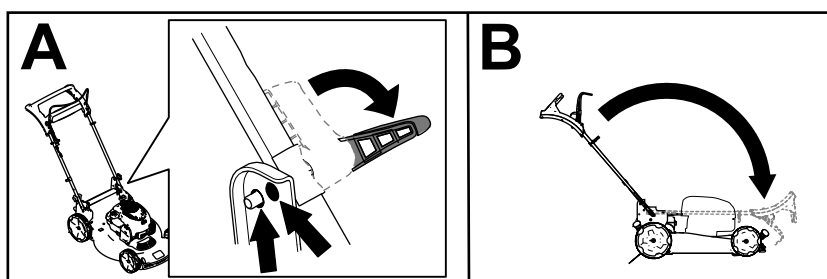

Figure 17
2. Déverrouillez le guidon jusqu'à ce que la moitié supérieure bouge librement (A de la Figure 17).
3. Rabattez le guidon complètement en avant (B de Figure 17).